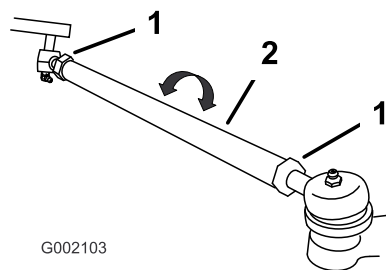

Figure 33
2. Si la valeur obtenue n'est pas comprise dans la plage spécifiée (reportez-vous aux dimensions et aux paramètres mentionnés au début de cette procédure), desserrez les contre-écrous à chaque extrémité des biellettes (Figure 33).